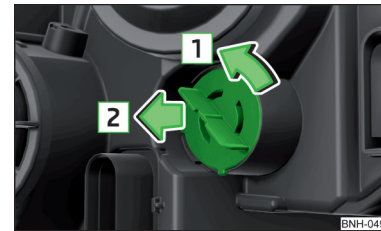

Abb. 192
- › Den Sockel mit der Glühlampe in Pfeilrichtung **1** drehen » Abb. 192.